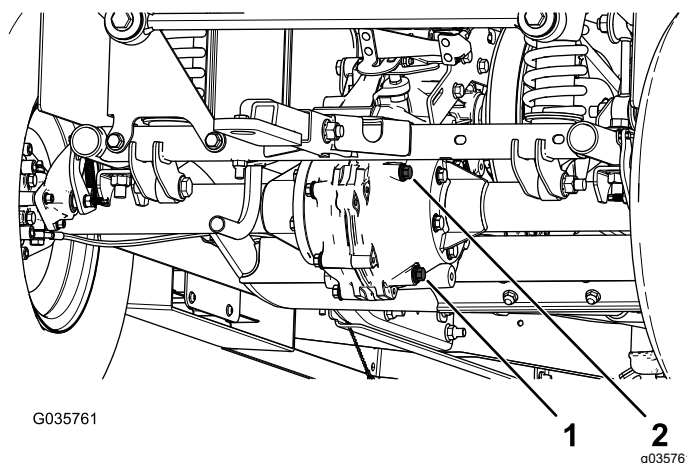

Figure 57
4. Enlevez le bouchon de remplissage de la boîte-pont (Figure 57).
5. Si le niveau de liquide est trop bas, enlevez le bouchon de remplissage et ajoutez le liquide spécifié jusqu'à ce qu'il ressorte par l'orifice (Figure 57).
1. Placez un bac de vidange sous le bouchon de vidange (Figure 57).
2. Enlevez le bouchon de remplissage et le joint (Figure 57).
3. Enlevez le bouchon de vidange et le joint et vidangez tout le liquide (Figure 57).